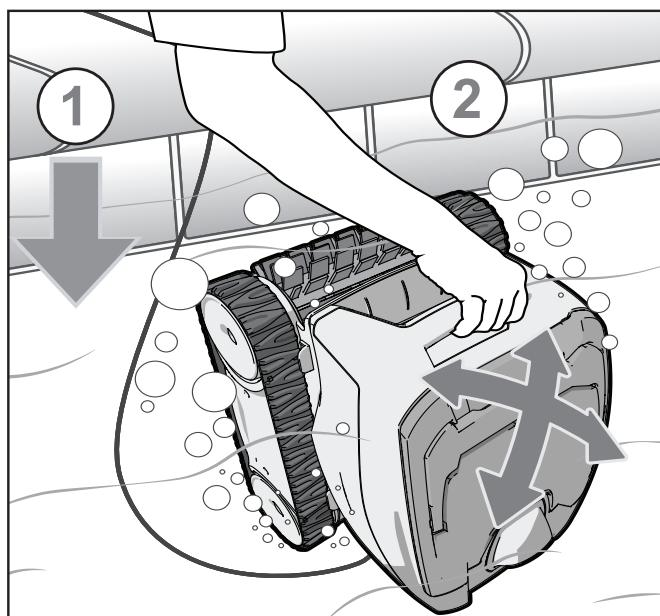

Figure 5. Sumerja y elimine el aire atrapado
2. Sumerja el limpiador verticalmente (1) y sosténgalo debajo de la superficie, moviendo suavemente de lado a lado (2) hasta que las burbujas se detengan para eliminar todo el aire atrapado dentro(Figure 5).